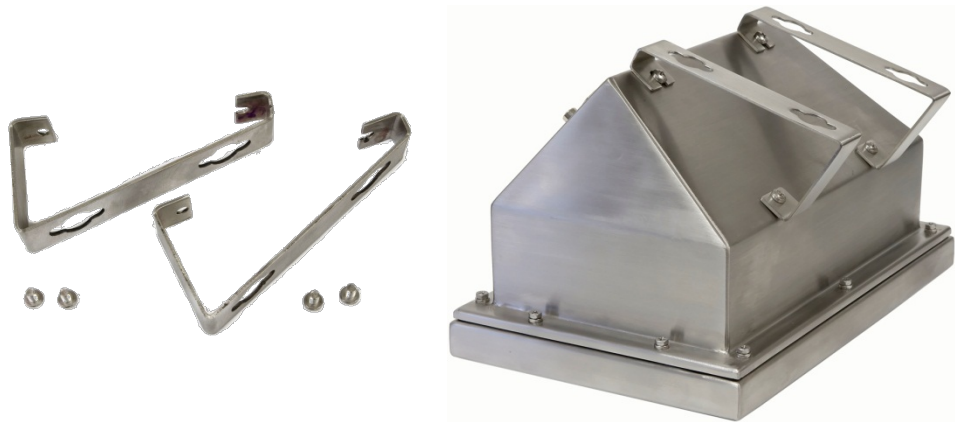

Abbildung 3-10: Wandmontagehalterungen (links), am Gehäuse befestigt (rechts)
1. Die zwei Halterungen mit den vier M5-Schrauben, die im Lieferumfang enthalten sind, an der Unterseite des Gehäuses befestigen. Die Halterungen sollten wie in Abbildung 3-10 dargestellt befestigt werden.